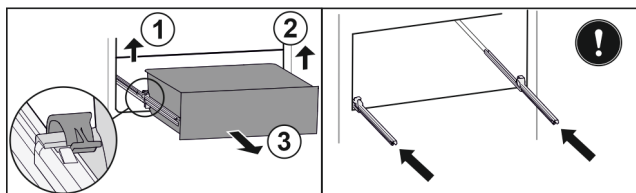

Fig. 166
- Ngrini lart kapësen e majtë dhe në të njëjtën kohë tërhiqni nga përpara sirtarin e majta. Fig. 166 (1)
- Ngrini lart kapësen e djathtë dhe në të njëjtën kohë tërhiqni nga përpara sirtarin nga e djathta. Fig. 166 (2)
- Hiqeni sirtarin nga përpara. Fig. 166 (3)